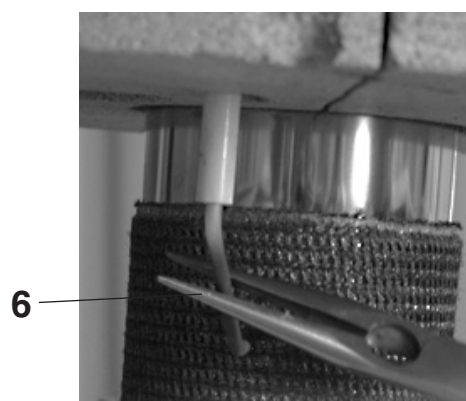

Fig. 33
6. Piegare elettrodo di accensione con le pinze a punta (6, fig. 33).
- ① Distanza dal cilindro del bruciatore 4 mm